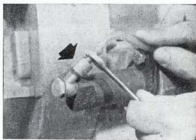

Fig. 95. Válvula de purga del cilindro.
- 2.º Después de aflojar el tornillo de la válvula de purga, se accionará varias veces el pedal del embrague, haciendo una pausa después de cada embolada, hasta que dejen de desprenderse burbujas en el líquido que fluye por el tubo, mientras se mantiene el extremo de éste por debajo del nivel del líquido en el recipiente (fig. 95).